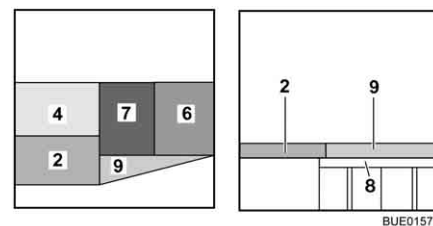

Fig. 160 Après la transformation
- Placer le coussin d'assise (Fig. 160,7) au centre.
- Placer le coussin de dossier (Fig. 160,6) entre le coussin d'assise (Fig. 160,7) et la cloison.
- Placer le coussin supplémentaire (Fig. 160,9) sur la rallonge latérale de lit.